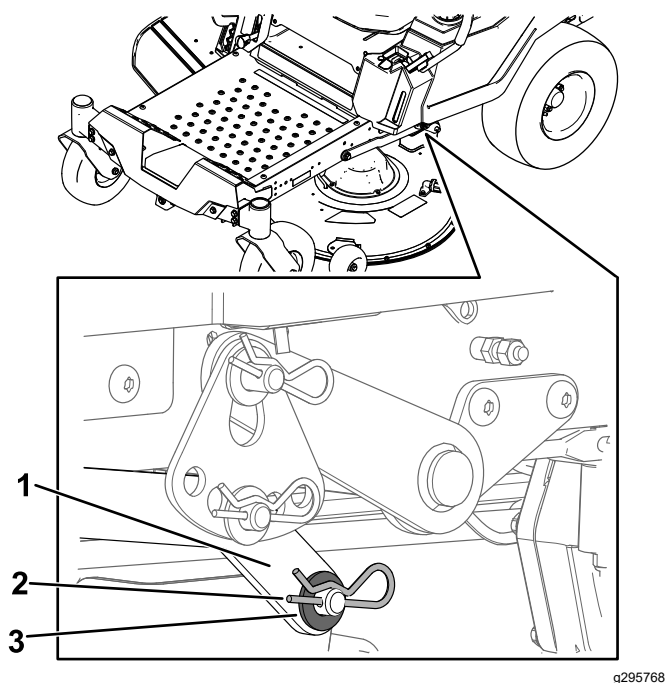

Figure 73
6. D'un côté de la machine, retirez la rondelle et la goupille fendue de l'axe du plateau (Figure 73).
7. Déposez le bras de levage de l'axe du plateau (Figure 73).
5. D'un côté de la machine, soulevez l'arrière du plateau de coupe et installez le bras de levage sur l'axe du plateau (Figure 73).
6. Installez le bras de levage avec la rondelle et la goupille fendue (Figure 73).